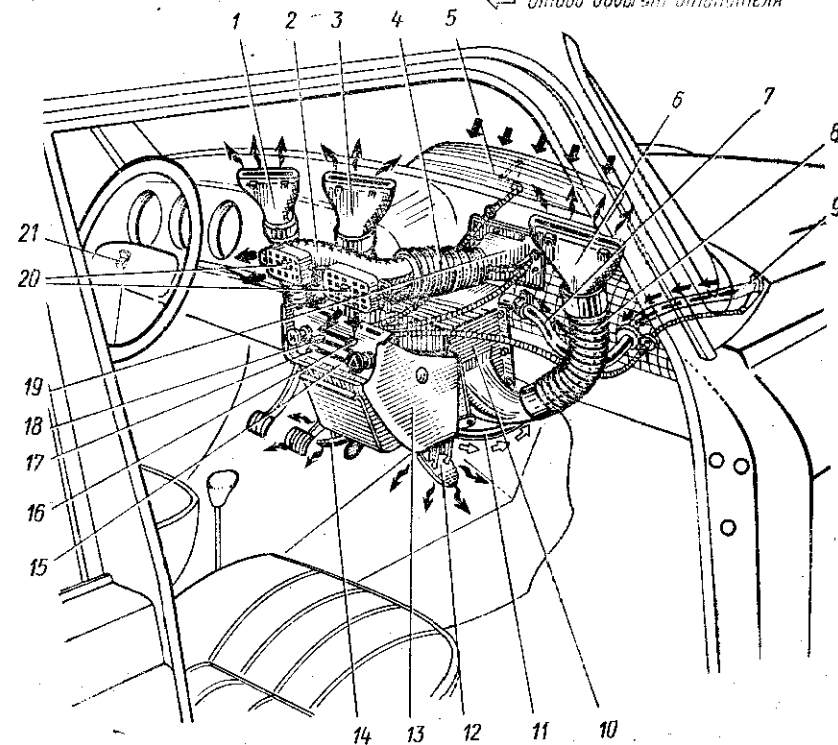

Рис. 23 Система вентиляции и отопления салона автомобиля:
В корпусе отопителя 10 (рис. 23) установлены теплообменник, вентилятор с электродвигателем и заслонки 12 и 14, регулирующие направление выходящего из корпуса воздуха. На рис. 23 стрелками показаны потоки холодного и подогретого воздуха, а также направление циркуляции жидкости через теплообменник отопителя.
дверей. Затем откройте крышку 5 (см. рис. 23) вентиляционного люка кузова и заслонку воздухозаборника 19 приточной вентиляции.
**Обдув стекла ветрового окна.** Для предупреждения запотевания или обмерзания стекла ветрового окна используйте обдув стекла холодным или подогретым воздухом через сопла 1, 3 и 6 (рис. 23). При необходимости интенсивного обдува стекла закройте заслонки 12 и 14 и в зависимости от скорости движения автомобиля включите вентилятор отопителя с требуемой скоростью вращения крыльчатки.
1. Передвиньте вправо рычаг 17 (см. рис. 23) привода крышки 5 люка в передней части кузова (крышка откроется).